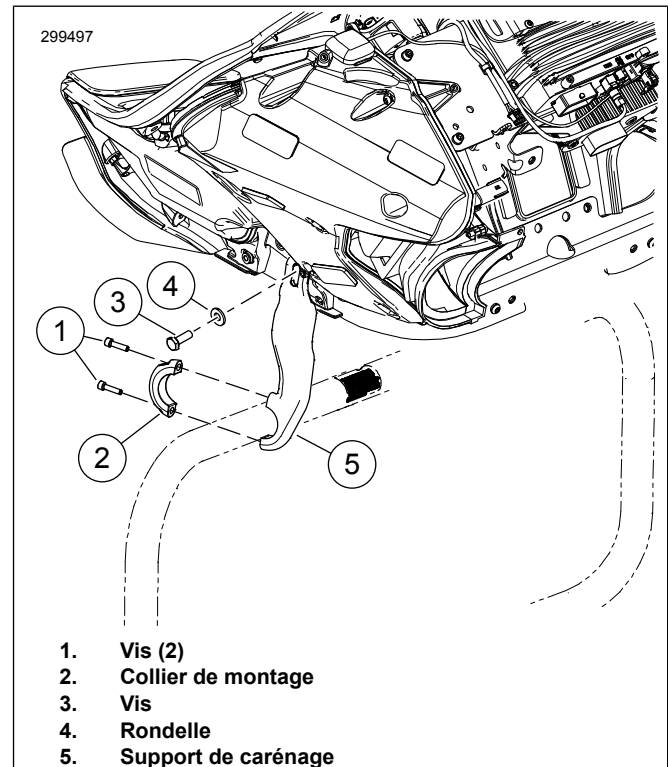

Figure 1. Déposer la protection de moteur
2. Voir Figure 1 . Retirer les deux vis (1) et la bride de montage (2) du support de carénage (5).
3. Retirer et conserver la vis (3) et la rondelle (4) qui fixent le support de carénage de série à la moto. Déposer le support de carénage de série. Répéter sur le côté opposé.